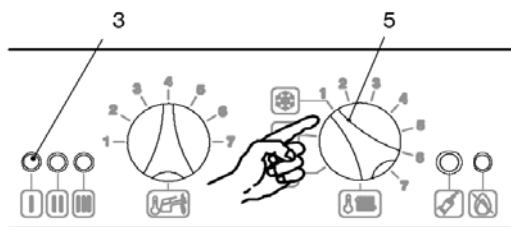

fig. 2.2
2. Подайте электропитание на котел с помощью двухполюсного выключателя, которым укомплектована система. Световой индикатор поз. 3 на (рис.2.2) должен мигать с интервалом в 4 сек.
3. Поверните селектор поз. 5 в положение как показано на рис. 2.2.; Световой индикатор будет мигать 3 раза через каждую 1 секунду.